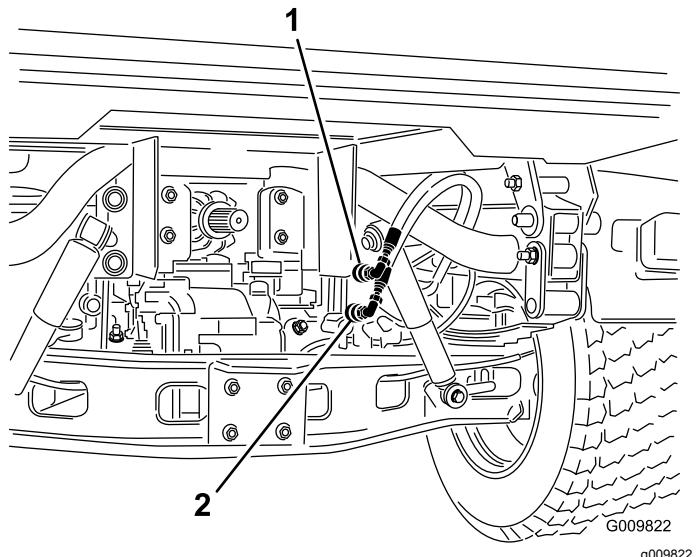

Figura 76
2. Desligue, em ambas as máquinas, as 2 mangueiras de acoplamento rápido das mangueiras ligadas ao suporte do acoplamento (Figura 76).